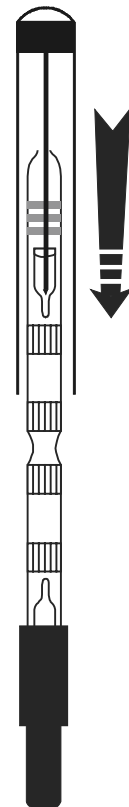

Fig. 1
- Die Ampulle am Ende der gelben Schicht zerkleinern (während die Röhre in einer senkrechten Position gemäß Fig. 1 gehalten wird. Schütteln Sie den Inhalt gut durch die gelbe und in die weiße Schicht.